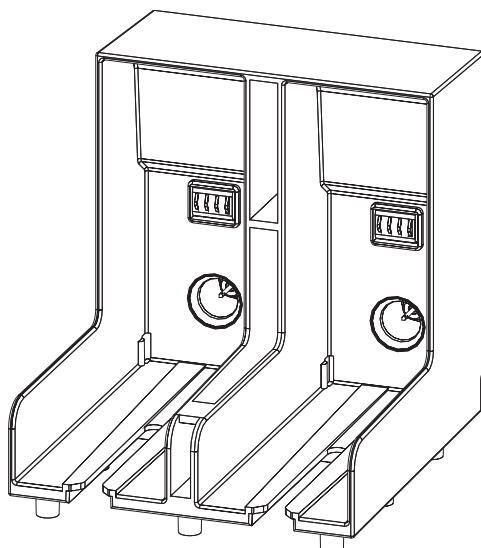

Figura 6-3: Ranhura do suporte do cartucho
- 5 Insira o cartucho de tinta no respectivo suporte, alinhando o encaixe do cartucho com a ranhura do suporte correto (Figura 6-3 na página 6-4).